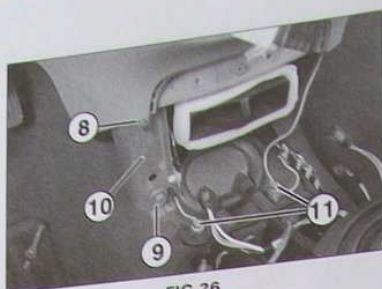

FIG. 26
- l'écrou (8) (Fig.26).
- la vis (9).
- le renfort (10).
- les vis (11) pour libérer les fils de masse.